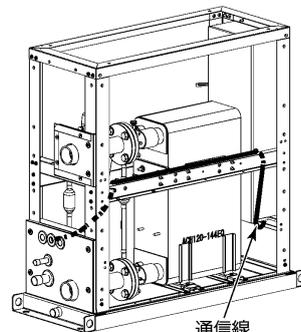

図1
- (1) エンジン・電動機などの高温発生部および可動部
- (2) 冷媒配管・圧力取出用細管部などの冷媒回路
- (3) 取付金具などの鋭利部
- 電源配線（AC200V）および通信線（リモコン配線、室外ユニット・水熱交換器ユニット間操作線）を電装BOXに引き込む際は、電装BOX側パネル・配管側パネル・天井パネルを外して図1のように横フレームにある配線用クランパーで固定して、取付金具の鋭利部などに触れないようにしてください。また、横フレームとサイドパネルの間に配線がはさまらないようにしてください。